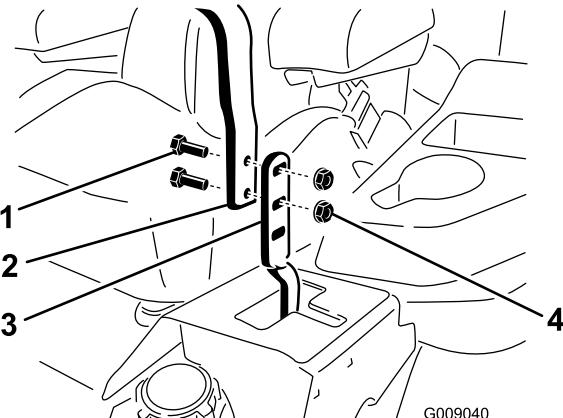

Bild 77
3. Lösen Sie die Schrauben und die Bundmuttern, die in den Hebelen installiert sind (Bild 77).